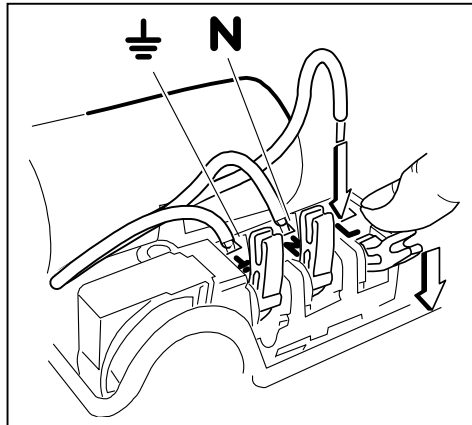

Рис. 5
- Сетевое соединение [фаза (L) – нуль (N) – земля (\perp)] должно быть выполнено в соответствии с рис. 5.